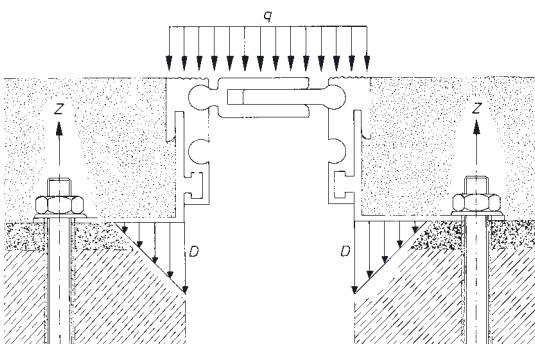

Abb. 1
Wie Druck- und Zugkräfte eine Konstruktion beanspruchen, wird aus der Abb. 1 ersichtlich.
- genügender Randabstand der Profilverankerung von der Fugenkante [Dübelkennwerte beachten!] [Abb. 1]